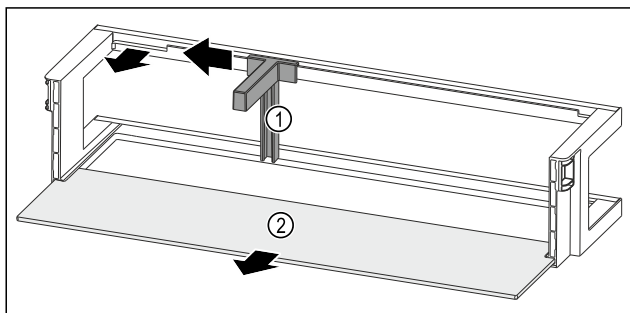

Fig. 101 带瓶托和搁板的门边存放架
- ▶ 将瓶托 Fig. 101 (1) 推至槽边。
- ▶ 取出瓶托 Fig. 101 (1)。
- ▶ 取出搁板 Fig. 101 (2)。